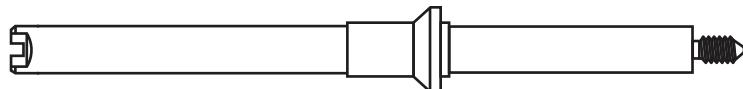

Abb. 13 Halterungsstange (G4513-20561)
- 7 Befestigen Sie die Injektorhalterungsstange (G4513-20561, Abbildung 13) an der Gewindestange der GC-Einlassabdeckung. Wenn die falsche Vorrichtung verwendet wird (zum Beispiel die 7683B ALS-Halterungsstange), funktioniert der Injektor nicht. Die in diesem Kit enthaltene Halterungsstange wird nur vom G4513A Injektor unterstützt.